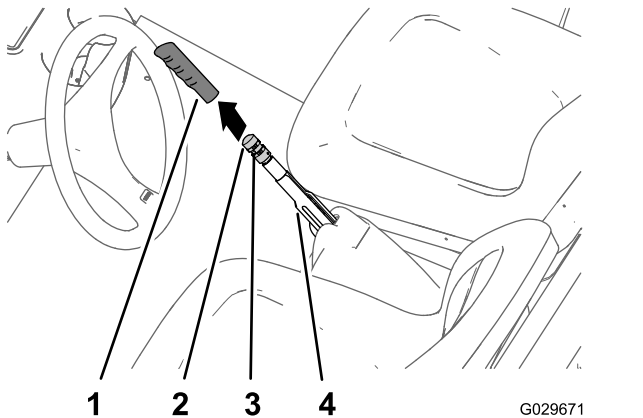

Figure 56
1. Enlevez la poignée du levier de frein de stationnement (Figure 56).
2. Desserrez la vis de fixation du bouton de réglage sur le levier du frein de stationnement (Figure 56).
3. Tournez le bouton de réglage du frein jusqu'à ce qu'une force de 133 à 156 N·m soit nécessaire pour actionner le levier du frein de stationnement (Figure 56).
4. Serrez la vis de fixation et remettez la poignée en place (Figure 56).
2. Desserrez la vis (Figure 56) qui fixe le bouton de réglage sur le levier du frein de stationnement, desserrez le frein de stationnement et desserrez le bouton de réglage.
5. Tournez le bouton de réglage du frein (Figure 56) jusqu'à ce qu'une force de 133 à 156 N·m soit nécessaire pour actionner le levier du frein de stationnement.
- C. Tournez le bouton de réglage du frein (Figure 56) jusqu'à ce qu'une force de 133 à 156 N·m soit nécessaire pour actionner le levier du frein de stationnement.
- Serrez la vis de fixation et remettez la poignée en place (Figure 56).